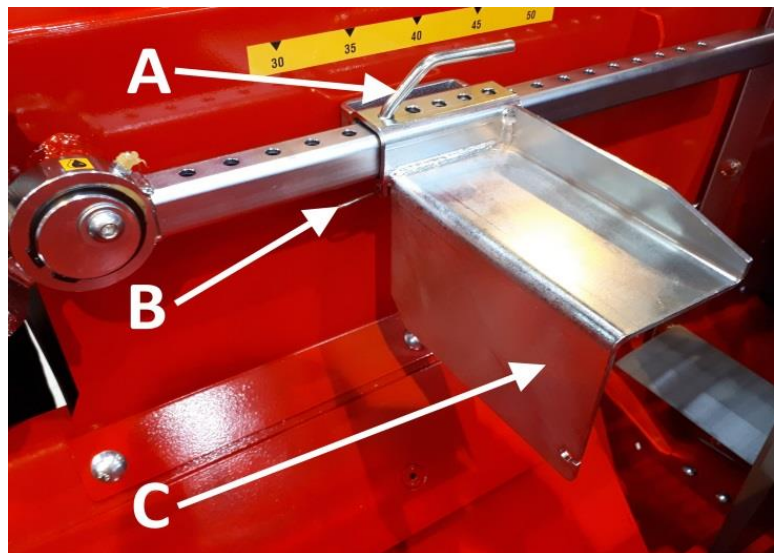

Abb. 14: Position des Messgeräts für kleine Holz unter 25 cm
2. Stellen Sie den Stopper für die Holzlänge auf die gewünschte Länge, indem Sie den in (Abb. 14) dargestellten Splint B aus dem Raststift des Begrenzers entfernen und den ganzen Raststift abnehmen. Verriegeln Sie Messplatte C im gewünschten Abstand.